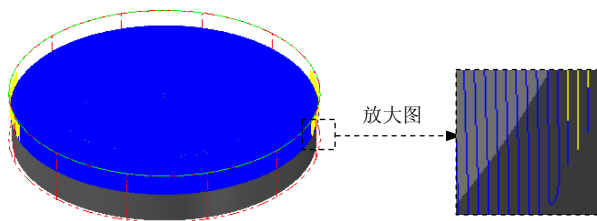

图 15.25 刀具路径
(1) 设置曲面参数。在“曲面精加工平行铣削”对话框中单击 **曲面参数** 选项卡, 在 **加工面预留量** 文本框中输入 0.5。
(2) 设置精加工平行铣削参数。在“曲面精加工平行铣削”对话框中单击 **精加工平行铣削参数** 选项卡, 然后在 **大切削间距 (M)** 文本框中输入值 1.0, 在 **加工角度** 文本框中输入 45.0。
(3) 单击 **间隙设置 (G)...** 按钮, 在系统弹出的“刀具路径的间隙设置”对话框 **位移小于允许间隙时, 不提刀** 下拉列表中选择 **平滑** 选项; 选中 **✓ 切削顺序最佳化** 复选框; 然后在 **切线的长度** 文本框中输入 5.0。单击 **✓** 按钮, 系统返回至“曲面精加工平行铣削”对话框。
Step7. 单击“曲面精加工平行铣削”对话框中的 **✓** 按钮, 同时在图形区生成图 15.25 所示的刀具路径。